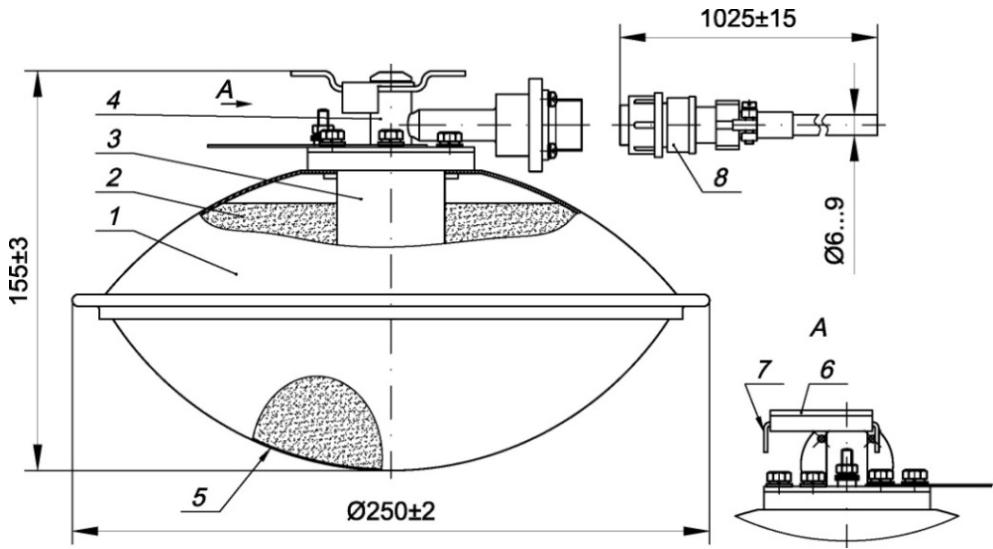

Рис.1 Устройство модуля МПП(р)-2,5-И-Г-Э-УХЛЗ.1 «Буран-2,5взр».
5. Габаритные размеры модуля	см. рис. 1
4.1. Модуль представляет собой (см. рис. 1) металлический корпус 1, выполненный из двух полусферических частей, плотно соединенных между собой методом прессовой завальцовки, в котором находится огнетушащий порошок 2, генератор газа 3, корпус активатора 4.